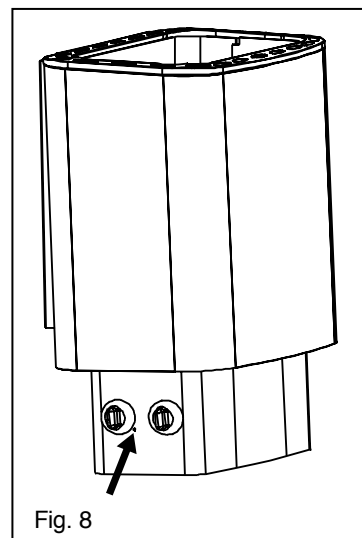

Fig. 8
- În cazul ridicării temperaturii prea mari în saună, limitatorul va deconecta focarul de la rețeaua electrică. Focarul poate fi conectat din nou, pentru aceasta trebuie pornit limitatorul de temperatură, apăsând pe acesta prin orificiul cu diametrul de 3 mm, în partea laterală a cutiei electrice. Vezi fig.8.